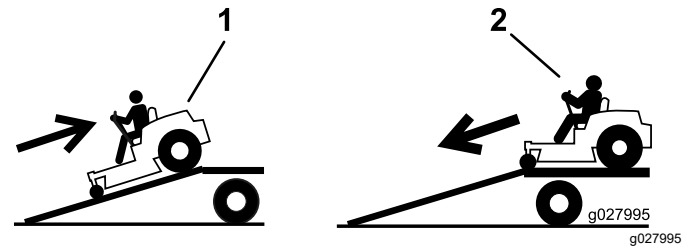

Bild 33
2. Fahren Sie die Maschine vorwärts von der Rampe herunter (Bild 33).